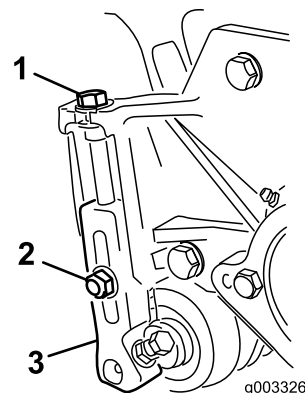

Рисунок 11
3. Ослабьте контргайки, которые крепят кронштейны высоты скашивания к боковым пластинам режущего блока (Рисунок 11).